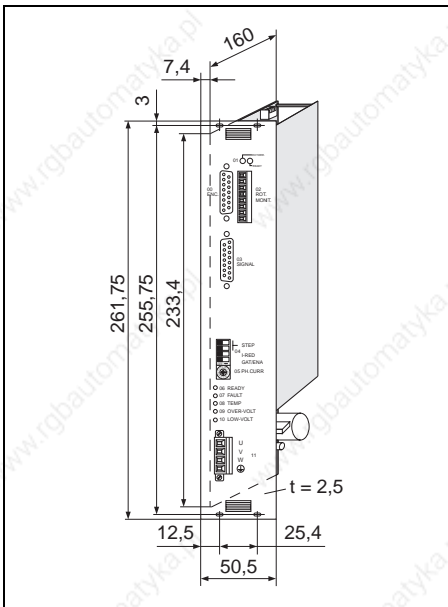
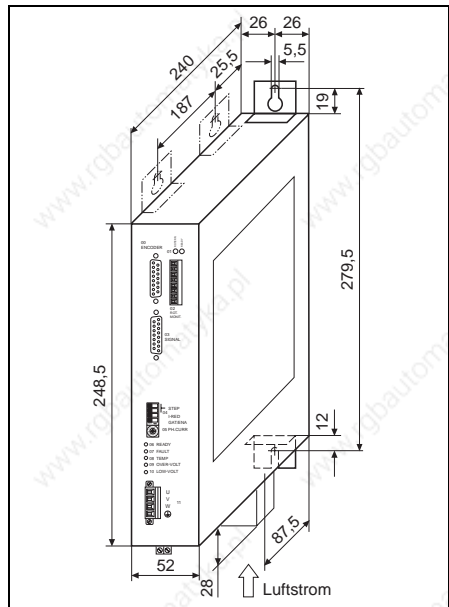

Bild 3 Montage der Karte D 9XX
Bild 4 Montage des Gerätes WD3-00X
Die Montage der Leistungssteuerkarte D 901 oder D 950 erfolgt in einem 19"-Standardgehäuse (6 HE), siehe Bild 3. Die Geräte WD3-004 und WD3-008 sind für die senkrechte Wandmontage in einem Schaltschrank konstruiert. Mit Hilfe der Montagewinkel kann das Gerät rückseitig oder linksseitig montiert werden, siehe Bild 4. Bei linksseitiger Montage müssen 2,5 mm Distanzscheiben unterlegt werden.
**Zubehör Lüfter** Beim Gerät WD3-008 muß der Lüfter unten montiert werden. Der Luftstrom muß von unten nach oben durch das Gerät geführt werden (siehe Bild 4). Die Pfeilrichtung auf dem Lüfter entspricht der Luftstromrichtung, wenn der Lüfter richtig angeschlossen ist (rot = 24VDC, schwarz = 24VGND).